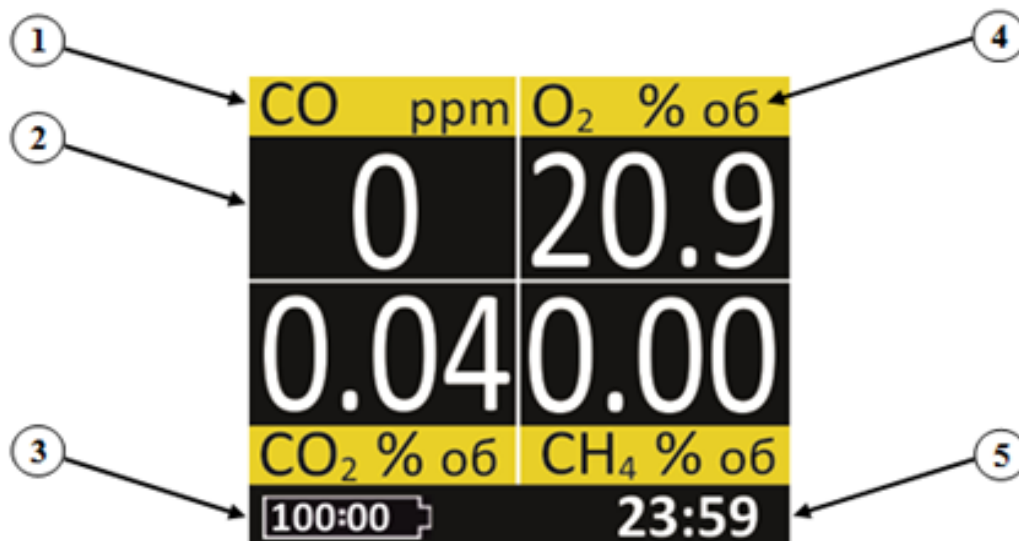

Рисунок 7 – Дисплей Микросенс М3 в «основном режиме работы»
Визуально дисплей Микросенс М3 в «основном режиме работы» поделен на пять частей (рисунок 7), четыре поля измерительных каналов и информативное поле:
- измеренные данные, заряд батареи и текущее время (рисунок 7).